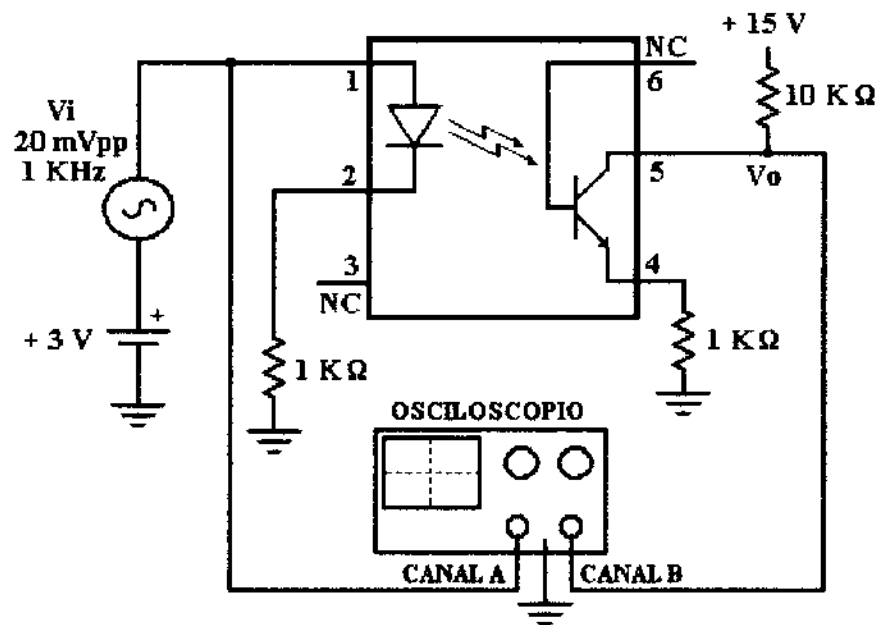

Figura 2.7.- Optoacoplador (4N28) LED - Fototransistor
9.- Alambre el circuito de la figura 2.7.